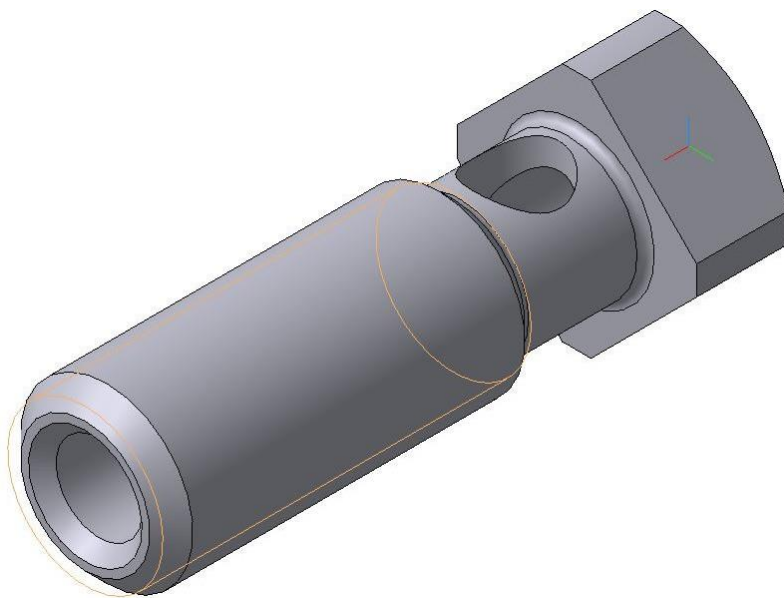

Рис. 10
4. Для построения отверстия $\varnothing 10$ выделите в дереве построения плоскость XY, выберите ориентацию **Нормально к ...** Нажатием кнопки **Эскиз**  перейдите в режим редактирования эскиза и постройте окружность с параметрами: R5, координаты центра (20, 0). Завершите работу в режиме редактирования эскиза, нажав кнопку **Эскиз** , и выполните команду **Вырезать выдавливанием**  с параметрами: два направления, через все (для двух направлений), тонкой стенки нет. **Создать объект** , рис. 10.